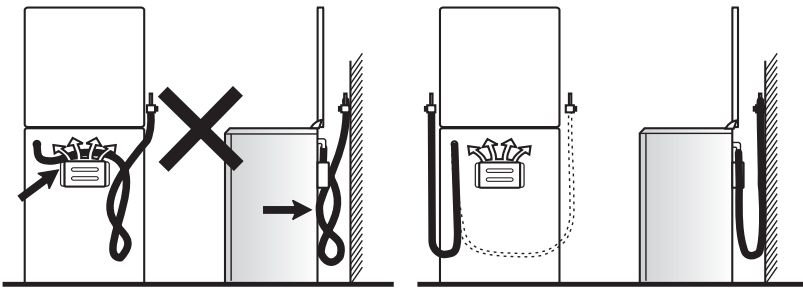

Рис.9
**ПОМНИТЕ:** После установки плиты на место обязательно проверьте положение гибкого шланга подвода газа и шнура питания (рис.9). Они не должны проходить в зоне горячего воздуха дымохода. Во время работы духовки там возникает большая температура, которая может их повредить.